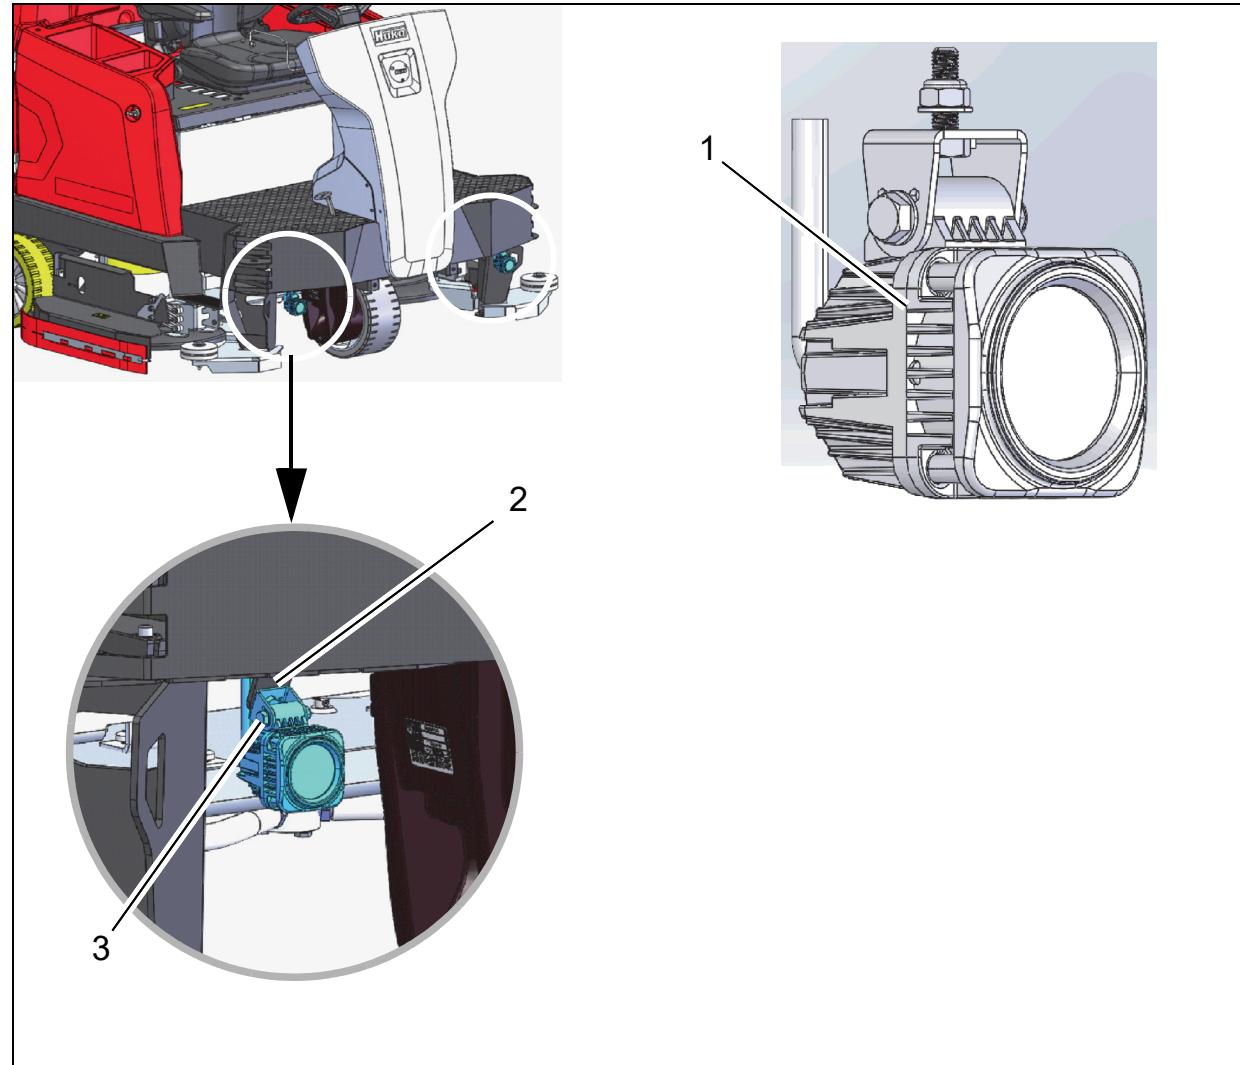

Abb. 1
vormontiert (Abb. 1/1)
2. Unter der Stoßstange der Basismaschine befinden sich zwei Laschen mit Durchgangsbohrung (Abb. 1/2). Hier Gewinde des LED-Arbeitscheinwerfers durchführen.
3. LED-Arbeitsscheinwerfer mit Unterlegscheibe und Mutter an Lasche befestigen (Abb. 1/3).